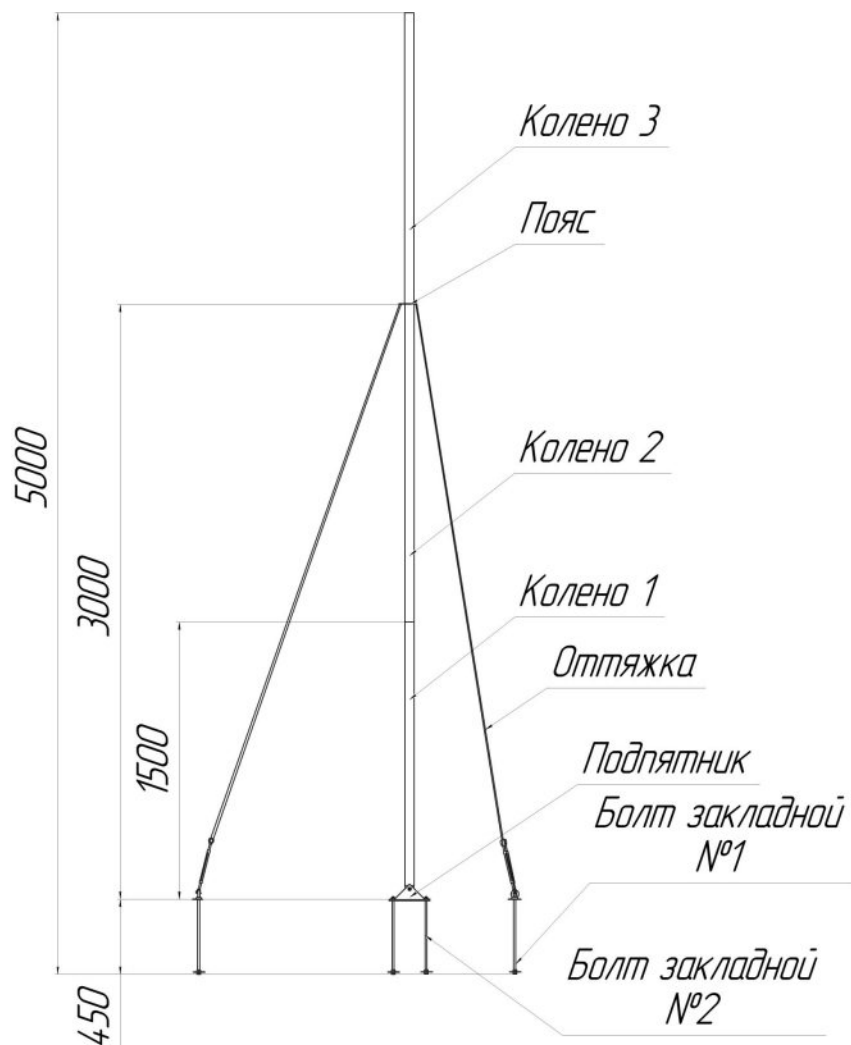

Рисунок 1 – Общая схема комплекта
7.1.17 Зафиксировать мачту натяжением тросов с помощью талрепов (рисунок 1).